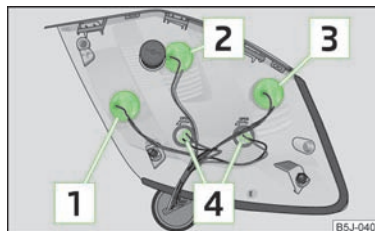

Abb. 155
Glühlampenordnung in der Rückleuchte » Abb. 155.
- › Zum Wechseln der Glühlampe die Lampenfassung bis zum Anschlag **entgegen** dem Uhrzeigersinn drehen und aus dem Gehäuse herausnehmen » Abb. 155.